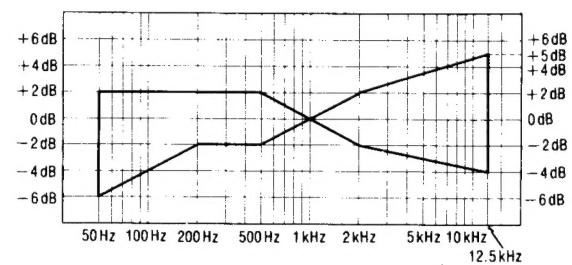

Abb. 8
- Anschließend das auf der CrO₂-Leerband-Cassette (QZZCRX) und der Reineisenband-Leercassette (QZZCRZ) aufgezeichnete Signal auf 12,5kHz erhöhen und auf gleiche Weise justieren, wie vorgehend beschrieben. Dann überprüfen, ob der Frequenzpegel innerhalb des in Abb. 8 gezeigten Bereichs liegt.